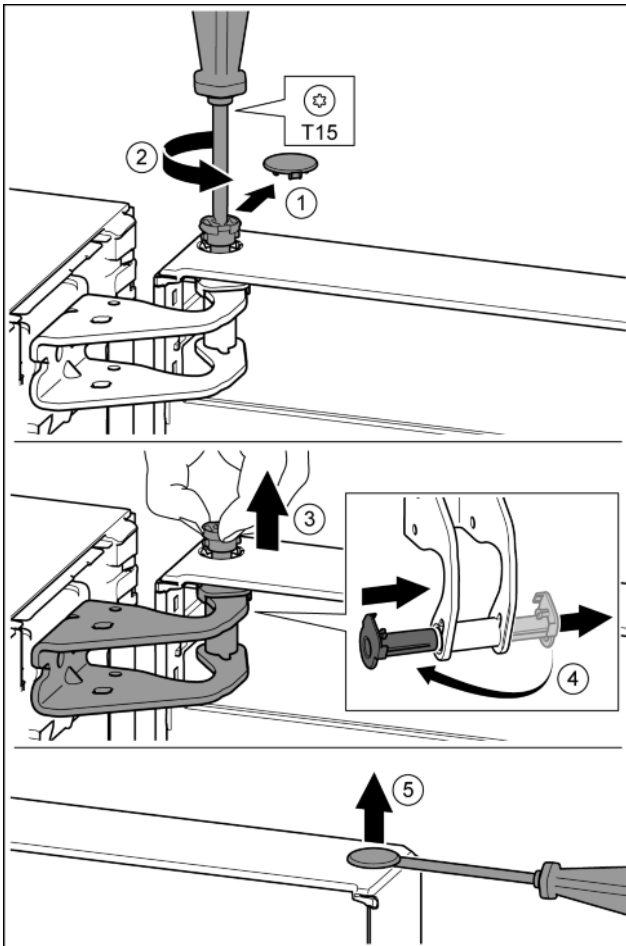

Fig. 12
- ▶ Sicherungsabdeckung vorsichtig abziehen. Fig. 12 (1)
- ▶ Bolzen mit Schraubendreher T15 ein Stück herausdrehen. Fig. 12 (2)
- ▶ Tür festhalten und Bolzen mit den Fingern herausziehen. Fig. 12 (3)
- ▶ Lagerbuchse aus Führung ziehen. Von der anderen Seite einsetzen und einrasten. Fig. 12 (4)
- ▶ Stopfen aus der Türlagerbuchse vorsichtig mit einem Schlitzschraubendreher anheben und herausziehen. Fig. 12 (5)